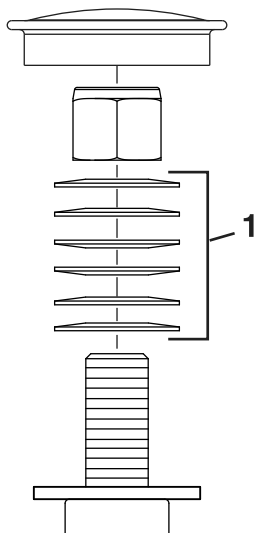

Figura 89
3. Retire el tapón guardapolvo de la rueda giratoria y apriete la contratuerca (Figura 89).
4. Apriete la contratuerca hasta que las arandelas de muelle estén planas, luego afloje  $\frac{1}{4}$  de vuelta para establecer la pre-carga correcta de los cojinetes (Figura 89).
**Importante:** Asegúrese de que las arandelas de muelle están correctamente instaladas, según se muestra en Figura 89.
5. Coloque el tapón anti-polvo (Figura 89).